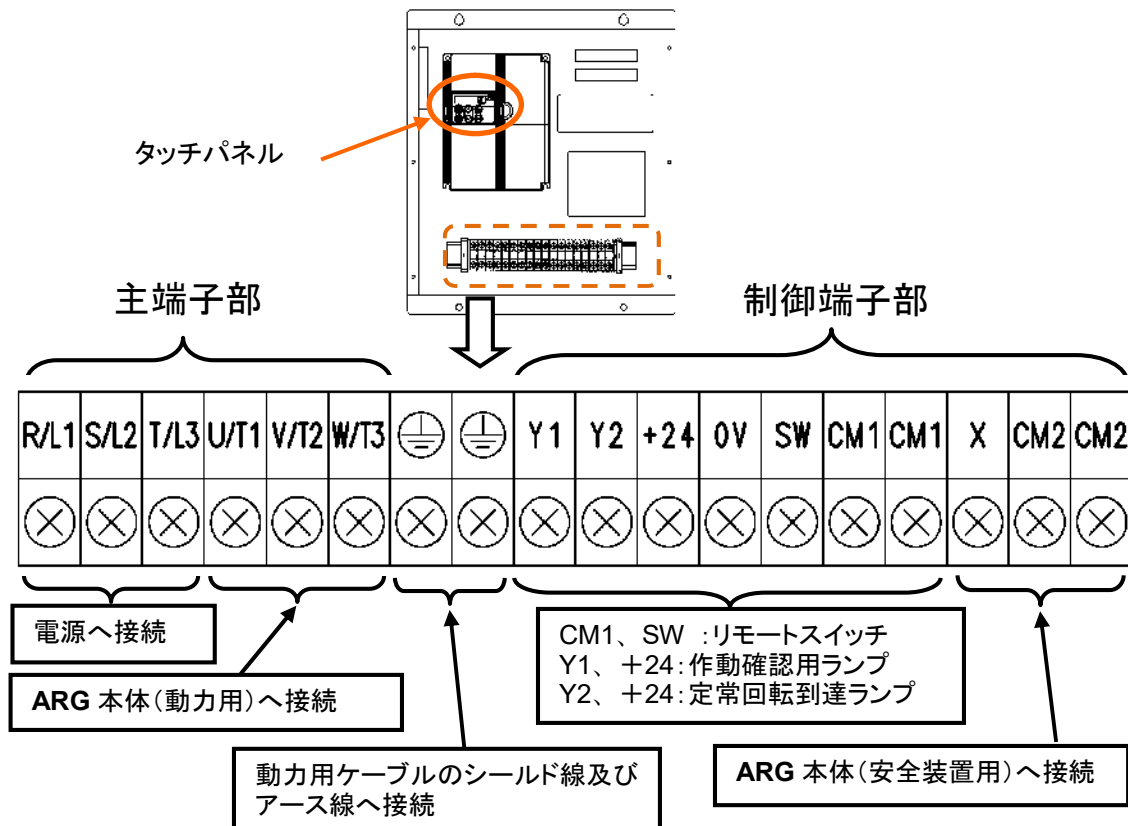

図 4-17 モータドライバの端子配列
接続端子の位置は、図 4-17 を参照して下さい。
- ③ 蓋を取外すと図 4-17 のように、保護カバー付き端子台が配置されています。